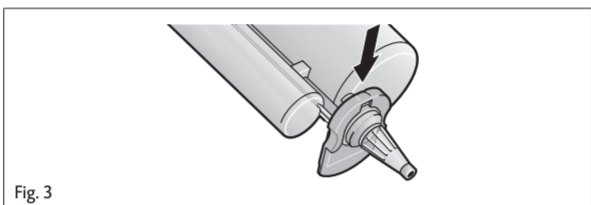

Fig. 3
3. Mischkanüle durch Schließen des Verriegelungsschiebers arretieren (Fig. 3).